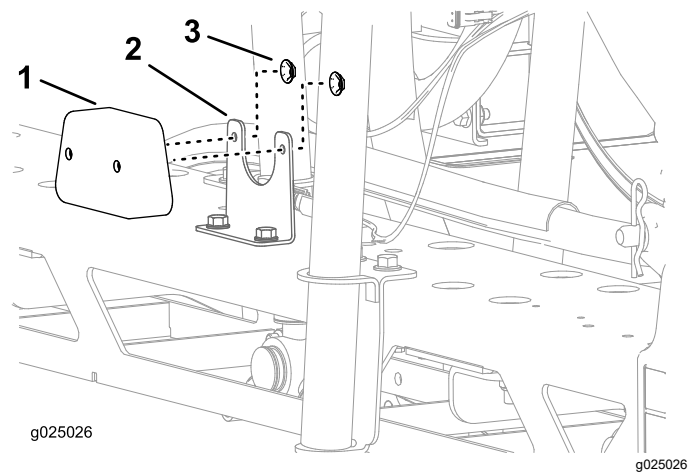

図2
3. 後部ライトアセンブリを、後部ライトブラケットに取り付け、図2のように打ち抜きスチールナット2個で固定する。